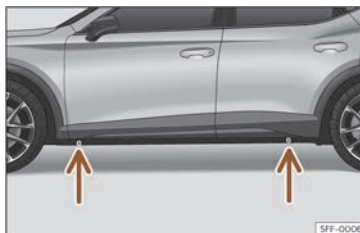

Fig. 39 Points de prise du cric.
- Recherchez sur le bas de caisse la marque du point d'appui du cric (zone renforcée) le plus proche de la roue à changer» fig. 39.